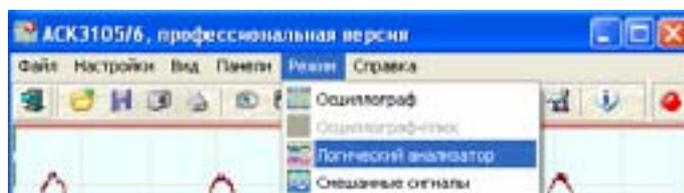

Рис.12 Переход в необходимый режим
3.1.1. Если Вы работаете с осциллографом смешанных сигналов АСК-4166 и используете логический анализатор после режима логического анализатора, осциллографа, Вы можете, не закрывая программного обеспечения (ПО) с помощью меню «Режим» перейти в режим смешанных сигналов (см. рис.12).